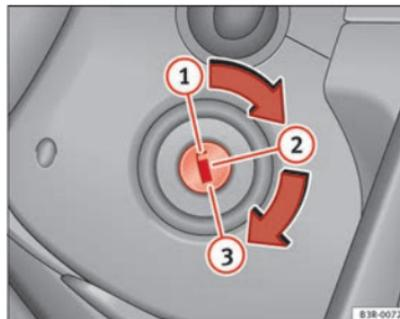

Abb. 118 Zündschlossstellungen
- Drehen Sie den Zündschlüssel auf Position ① ⇒ Abb. 118.
- Ziehen Sie den Zündschlüssel in Stellung ① ab ⇒ Abb. 118 ⇒ .